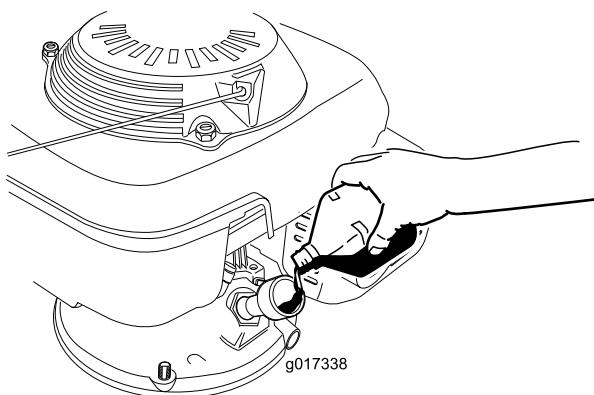

图8
3. 慢慢将机油倒入注油孔、等待 3 分钟、将量油尺擦干净后插入注油孔不是拧入加油盖 (图8)、检查量油尺上的机油油位。